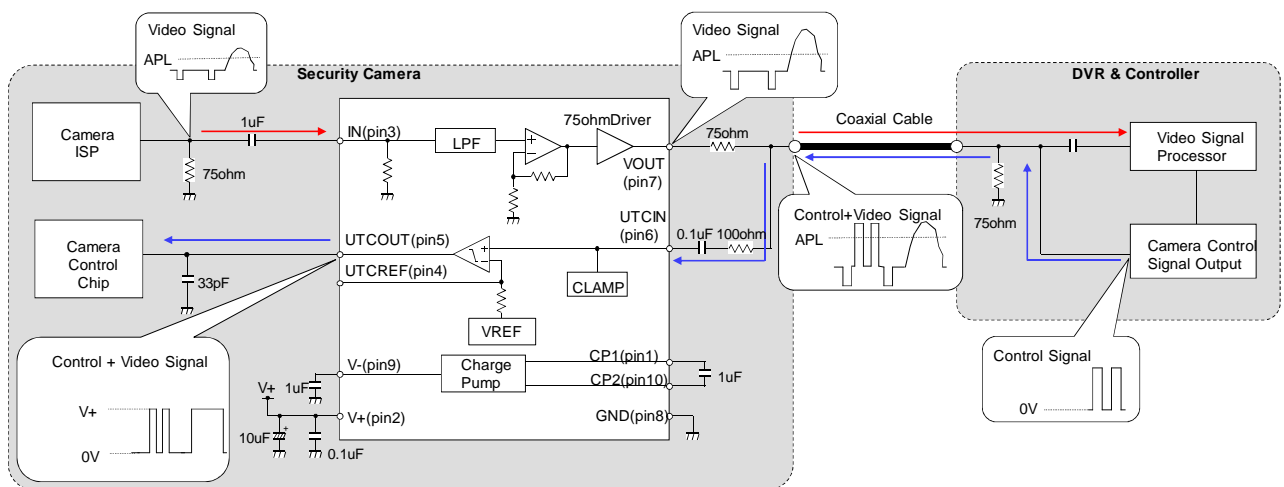

図 1 : 同軸多重伝送アプリケーション例
■ 応用回路図 1 (標準回路)
NJU71041 は、1 本のコアキシャルケーブルにビデオ信号とカメラをコントロールするための制御信号を重畳して伝送することが可能です。Coaxial データ出力部（例：DVR、コントローラ）によって、NJU71041 から出力されたビデオ信号に、カメラ制御用信号が重畳され、NJU71041 の UTCIN (pin6) に入力されます（図 1 参照）。